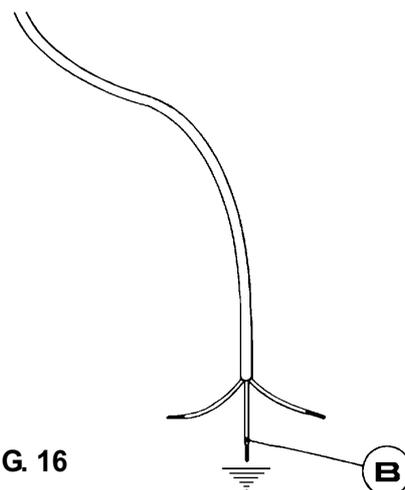

FIG. 16
*In cazul inlocuirii cablului de alimentare, instalatorul va trebui sa tina conductorul de impamantare (B) cat mai departe de conductorii de faza (fig. 16) si in plus sa respecte avertismentele de la paragraful 9.*